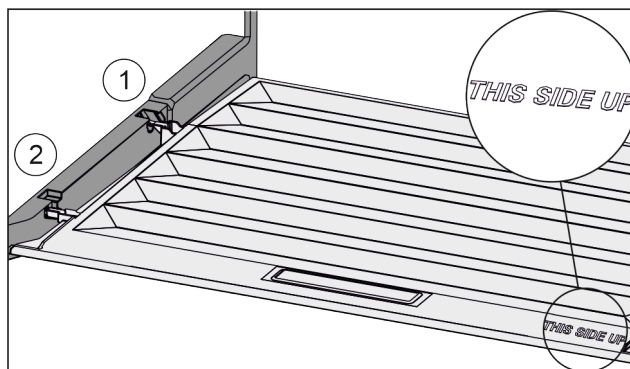

Fig. 26
- ▶ 从后部固定支架 Fig. 26 (1)开口导入桥形接片并卡入固定支架 Fig. 26 (2)的前端。